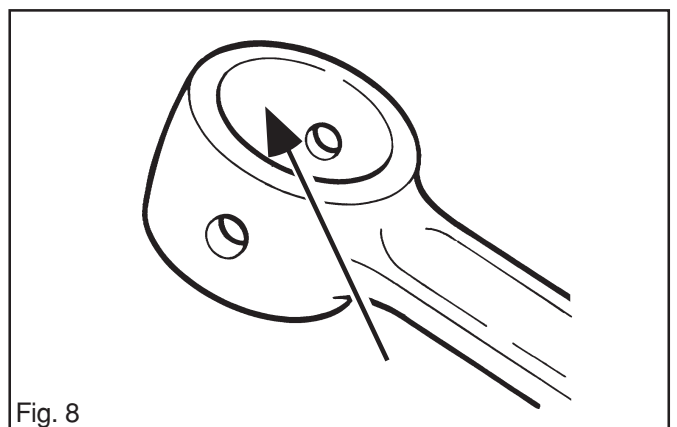

Fig. 8
3. La surface du palier de l'axe du piston ne doit comporter ni marques de coupure ni décoloration. Voir la fig. 8.